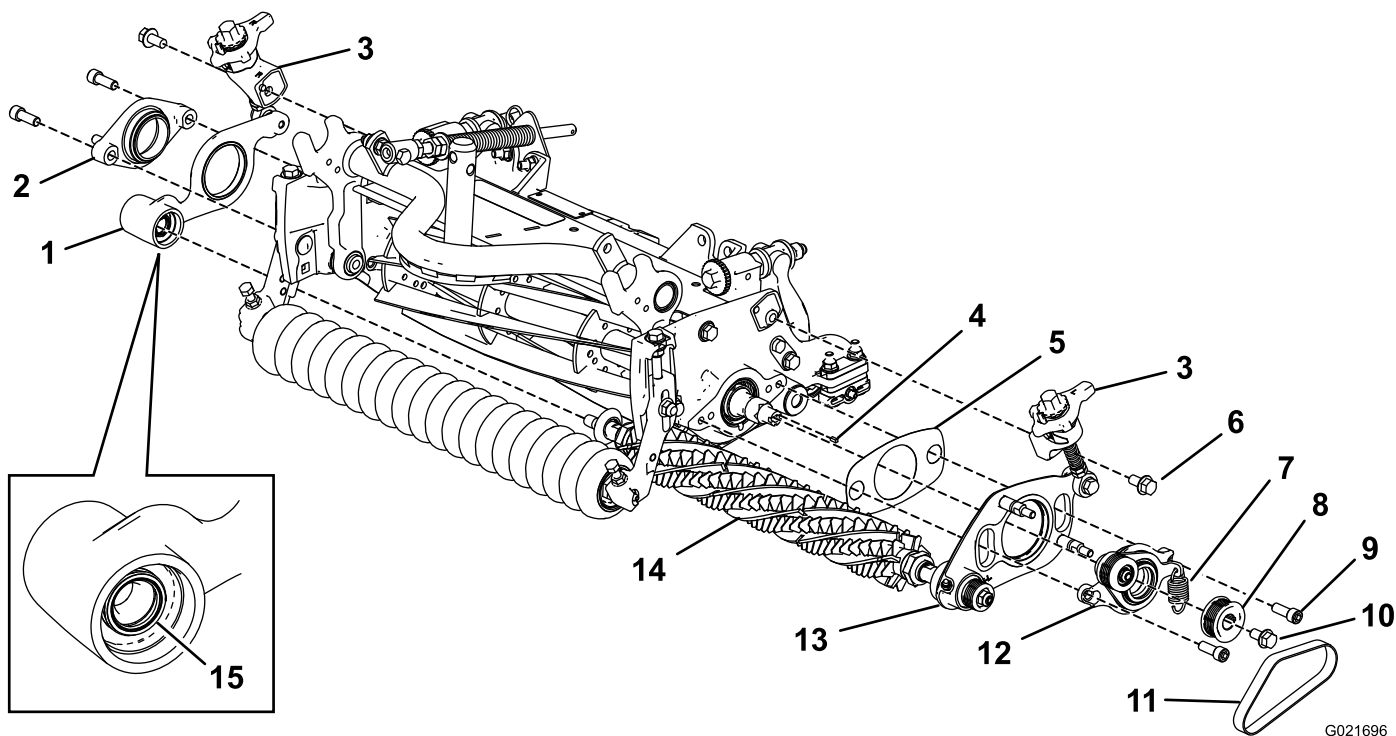

Figure 10
20. **Du côté opposé à l'entraînement du groomer,** déposez la plaque de groomer avec levier de levage rapide de l'arbre de groomer (Figure 10).
21. Du côté entraînement du plateau de coupe, montez le moyeu de pivot, la plaque de groomer côté entraînement avec levier de levage rapide et la cale sur la plaque latérale du plateau de coupe avec 2 vis à tête creuse (3/8 x 1 pouce); voir Figure 10. Appliquez du Loctite 242 (bleu) sur les filets des vis avant la pose.
22. Montez la plaque de groomer du côté opposé à l'entraînement sur l'arbre de groomer (Figure 10). Veillez à ne pas déloger le ressort de joint.
23. Fixez le moyeu de pivot du côté opposé à l'entraînement à la plaque latérale du plateau de coupe avec 2 vis à tête creuse (3/8 x 1 pouce); voir Figure 10. Appliquez du Loctite 242 (bleu) sur les filets des vis avant la pose.
25. Montez les leviers de levage rapide sur les plaques latérales avec 2 boulons à embase (3/8 x 3/4 pouce); voir Figure 10.
26. Appliquez du produit antigrippant sur la rainure de clavette de la poulie d'entraînement, insérez la clavette carrée dans la rainure et glissez la poulie d'entraînement et la clavette sur l'arbre d'entraînement (Figure 10).
27. Appliquez du Loctite 242 (bleu) sur le filetage d'un boulon à embase (3/8 x 3/4 po), vissez celui-ci au bout de l'arbre d'entraînement et serrez-le à un couple de 37 à 45 Nm pour fixer la poulie d'entraînement (Figure 10).
28. Montez la courroie de groomer sur les poulies (Figure 10). Assurez-vous que les nervures de la courroie sont correctement engagées dans les gorges de chaque poulie.